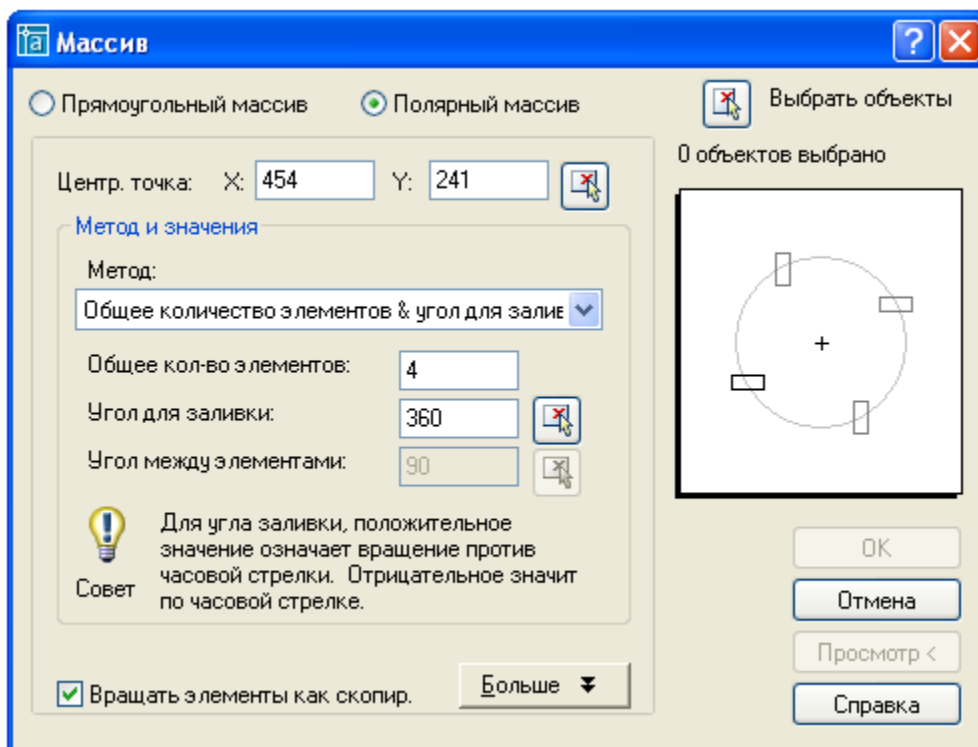

Рис.20. Диалоговое окно для варианта полярного массива
- если выбран полярный массив (Рис. 20), то в строке Центр. точка в полях X и Y указывают координаты центра массива;